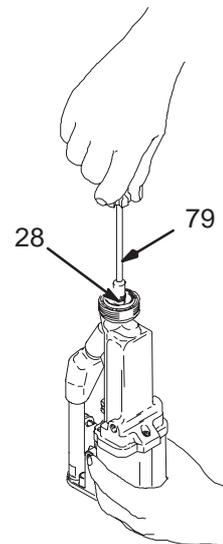

Fig. 27
4. Extraiga el conjunto de la varilla de empaquetadura del producto (28) con la llave para tuercas hexagonal de 9 mm (79). Vea la Fig. 27.